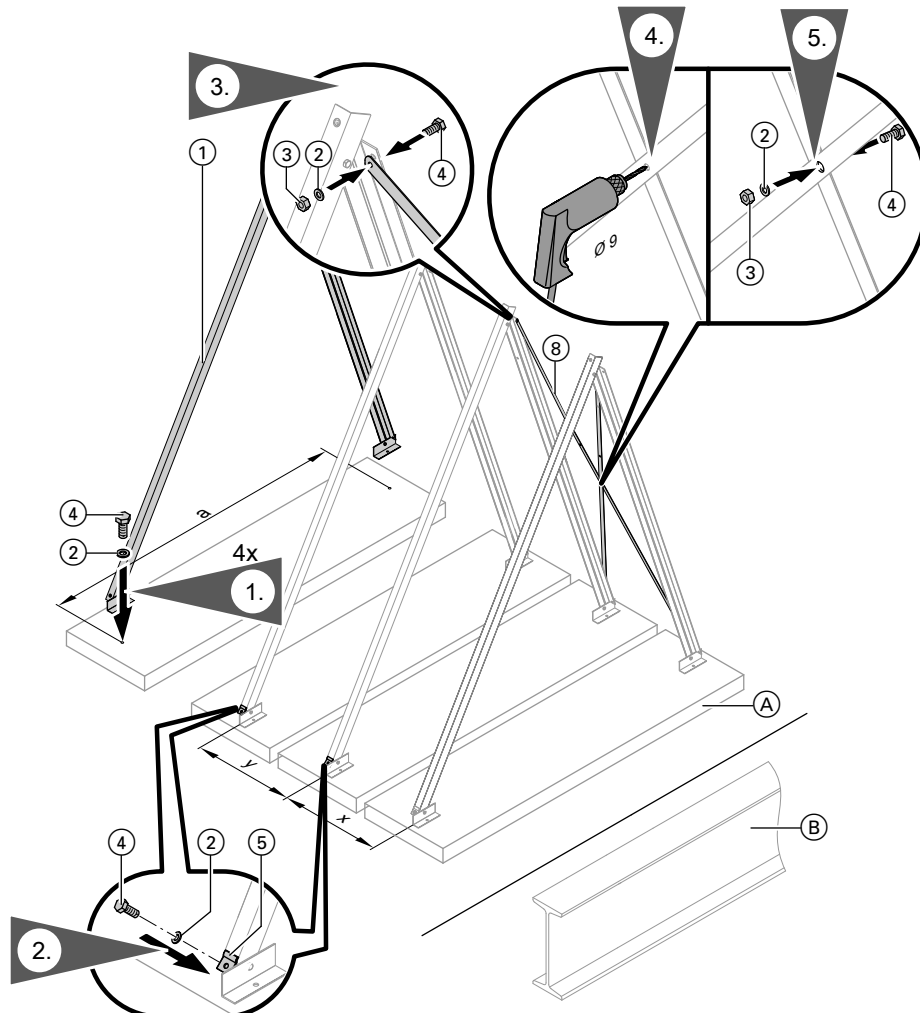

Abb. 4
- Montage auf Betonplatten (A) siehe Abb. 4: Stellfläche von Kies oder ähnlichem freimachen, Fläche mit Bautenschutzmatte auslegen und darauf Auflagen positionieren.
- Montage auf Stahlträgern (B) siehe Abb. 4: Bauseitigen Unterbau rechtwinklig und in Waage zur Aufstellungsrichtung der Kollektoren ausrichten.